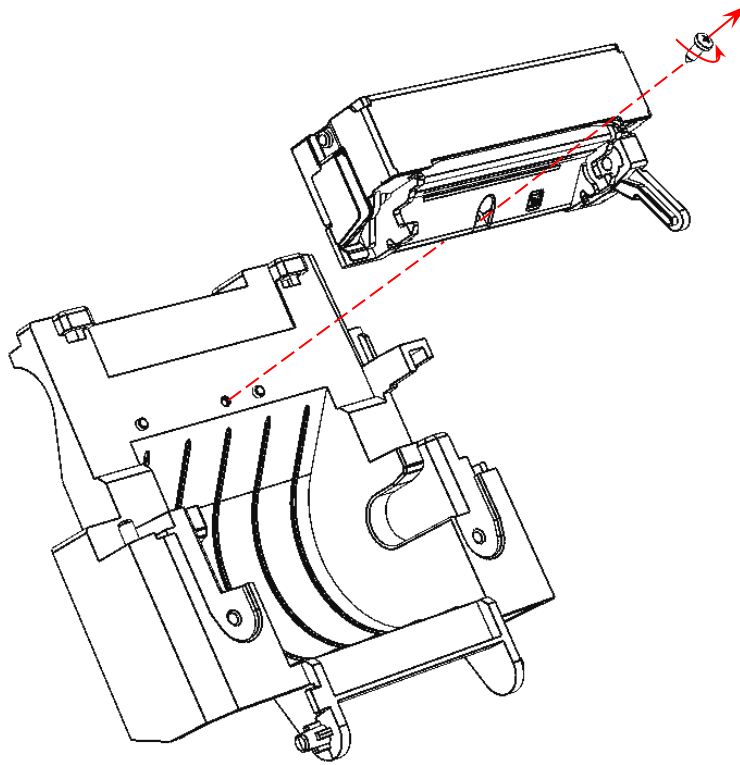

Рисунок 30. Отделение основной части ТПГ
15. Установить основную часть нового экземпляра ТПМ на лоток для ЧЛ, зафиксировать винтом (см. рисунок 30).